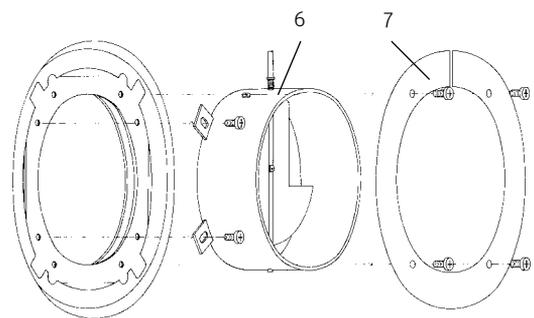

Fig. 24 Montare il manicotto per il tubo di evacuazione fumi, VestoWIN Premium 200/202
- Avvitare il manicotto per il tubo di evacuazione fumi [6], all'interno della camera di riempimento, con 4 viti. Per il manicotto per il tubo di evacuazione fumi non occorre alcun cordoncino di guarnizione. All'occorrenza l'anello di chiusura [7] (accessorio VESTO 009) può essere ordinato e montato in un secondo momento, Fig. 24.